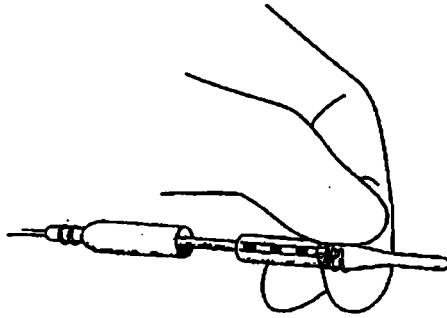

Figura 15. Sujete el extremo con tornillos de la extensión entre el pulgar y dos dedos.
4. Sujete firmemente el extremo con tornillos de la extensión entre el pulgar y dos dedos para evitar que gire (Figura 15).